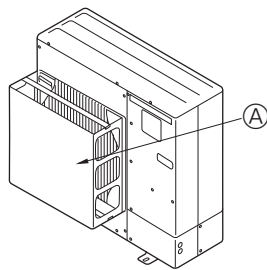

Fig. 2-4
- 2 Τοποθετήστε έναν προαιρετικό οδηγό αέρα, αν πρόκειται να εγκαταστήσετε τη μονάδα σε σημεία όπου υπάρχει το ενδεχόμενο να φυσούν απευθείας στο στόμιο εξαγωγής του αέρα πολύ δυνατοί άνεμοι κτλ. (Fig. 2-4)